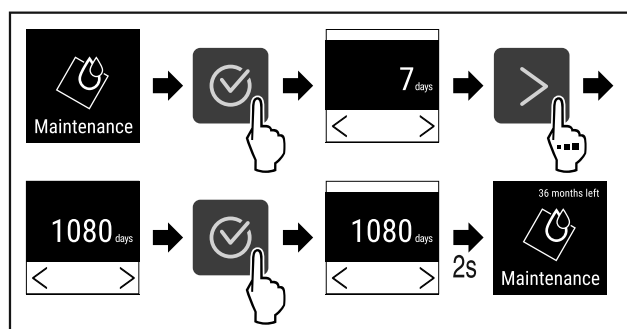

Fig. 75
- ▶ Eseguire i passi (vedere Fig. 75).